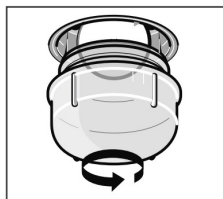

Abbildung 5
2. Drehen Sie den Glasaufsatz gegen den Uhrzeigersinn (siehe Abb. 5).